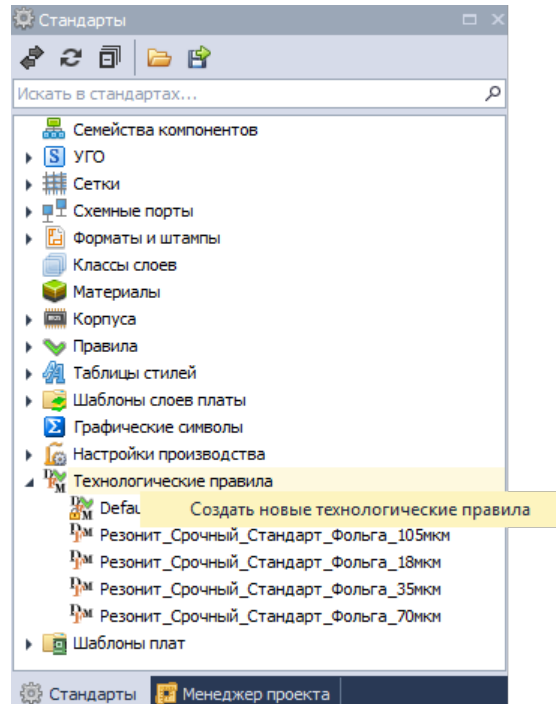

Рис. 385 Создание новых технологических правил
1. В панели «Стандарты» с узла «Технологические правила» вызвать контекстное меню и выбрать пункт «Создать новые технологические правила», см. Рис. 385.